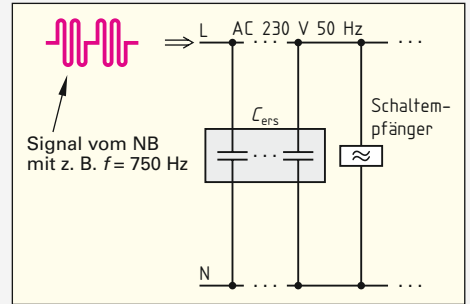

Bild 1: Kondensatoren in Anlagen mit Rundsteuersignalen
6. Mithilfe eines Rundsteuersignals mit einer Frequenz von z.B. 750 Hz kann ein NB z.B. öffentliche Straßenbeleuchtungen zentral ein- und ausschalten oder die Hoch- und Niedertarifumschaltung für verschiedene Verbraucher vornehmen. Warum kann ein solches hochfrequentes Rundsteuersignal einen Schalteempfänger nicht erreichen, wenn im selben Netz viele Kondensatoren (C_{ers}) parallel geschaltet sind (**Bild 1**)? Begründen Sie Ihre Aussage.